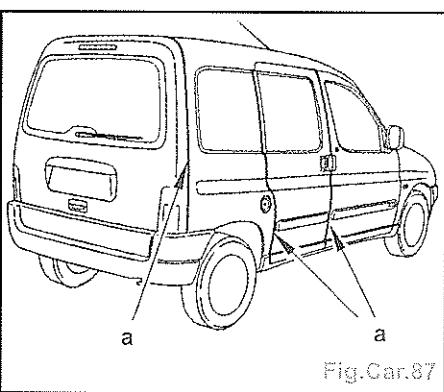

Fig.Car.87
- Fermer les portes et le hayon pour contrôler les jeux en a (voir le chapitre «Eléments amovibles») (Fig.Car.87).